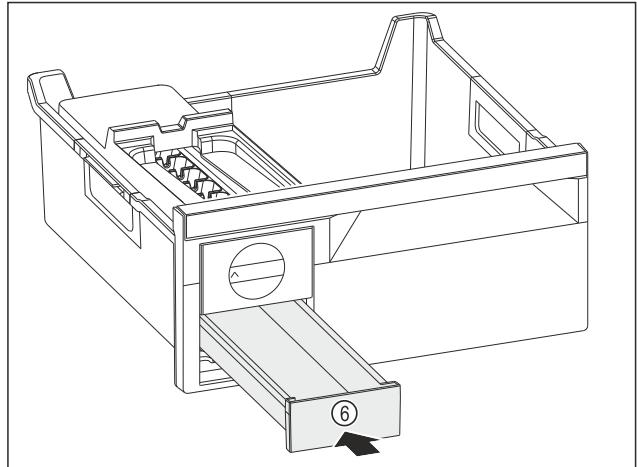

Fig. 176
- Eiswürfelschubfach Fig. 176 (6) einschieben.